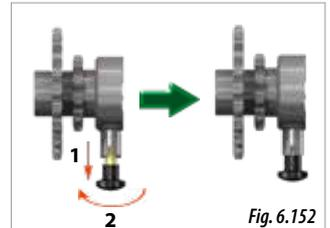

Fig. 6.152
- 3-** Sull'asse di trasmissione in cui si trova la frizione (Fig. 6.149), tirare la sicura e ruotarla di 90° per bloccarla in posizione di trasmissione (Fig. 6.152).